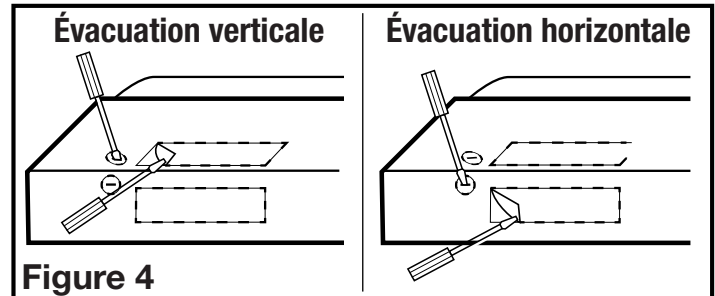

Figure 4
- Évacuation horizontale ou verticale :** retirez la pièce rectangulaire défonçable. Pour ce faire, insérez un tournevis dans le pourtour et brisez les attaches qui le retiennent. Enlevez ensuite la pièce avec des pinces (**Figure 4**).
- Déterminez par où les fils entreront dans la hotte et retirez l'entrée électrique défonçable appropriée. Pour ce faire, insérez un tournevis dans la fente et faites un mouvement de va-et-vient jusqu'à ce que la pièce se détache (**Figure 4**).